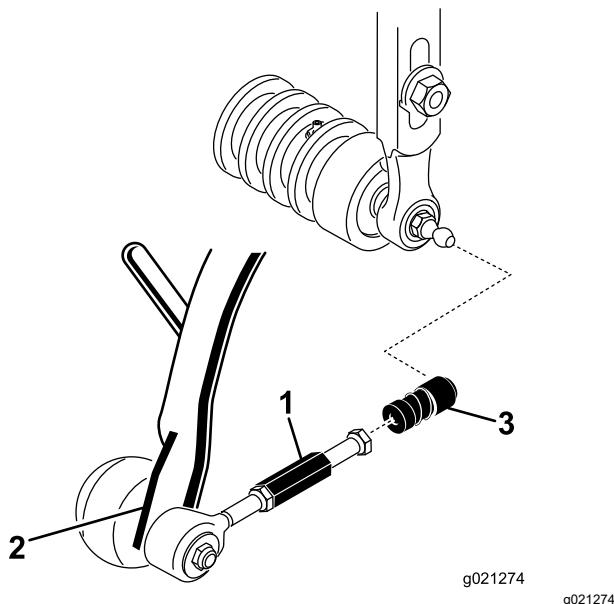

Figura 8
3. Deslice hacia atrás el manguito de cada casquillo receptor de la articulación esférica y enganche el receptor sobre el espárrago con bola de la unidad de corte (Figura 8).